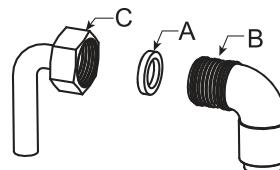

Рисунок 8
При подсоединении к газу установите прокладку (A) между впускной трубкой (C) и коленом (B), чтобы обеспечить герметичность соединения (рис. 8).